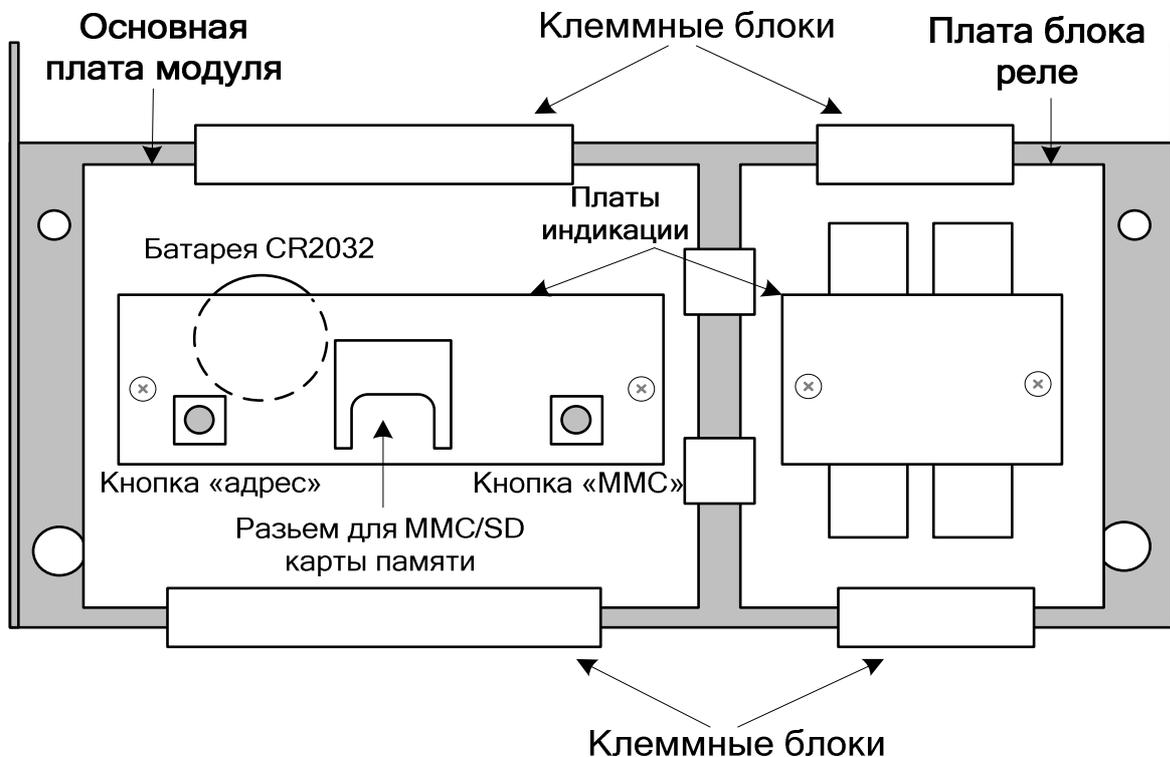

Рисунок 2. Внешний вид модуля со снятой крышкой.
4.5.2 Кнопка «ММС» предназначена для сохранения журнала событий на карту памяти ММС/SD. Для осуществления этой процедуры следует вставить карту памяти в разъем ММС на плате индикации (см. Рисунок 2, стр. 5), дождаться, когда загорится индикатор «ММС» (см. описание индикации в Таблице 3, стр. 6), затем нажать кнопку «ММС» (индикатор при этом начнет мигать) и после того, как индикатор перестанет мигать, вынуть карту памяти.
9.1 Для правильной работы модуля необходимо следить за тем, чтобы батарея CR2032 установленная на основной плате модуля (Рисунок 2, стр. 5) не была разряжена (напряжение не меньше 1,5В) и вовремя заменять её, но не реже чем раз в 2 года.